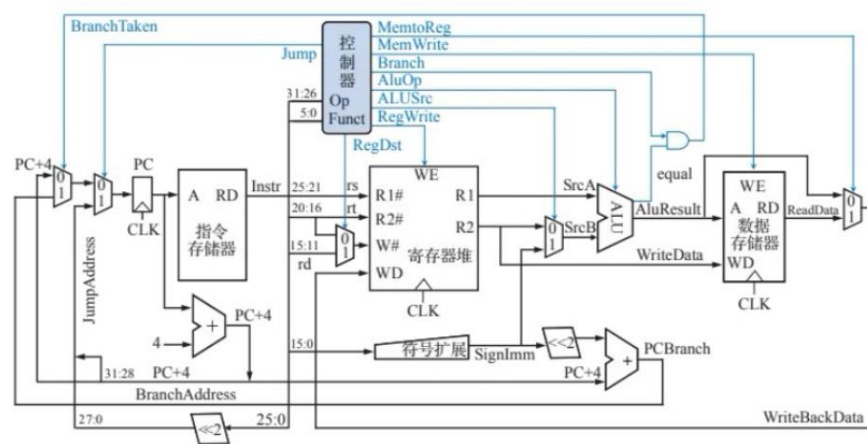

图 6.25 单周期 MIPS 处理器的数据通路高层视图
6.7 修改图 6.25 所示的单周期 MIPS 处理器, 使其能够支持如下 MIPS 指令, 具体指令功能请查阅 MIPS32 指令手册。试描述需要增加或修改哪些数据通路和控制信号, 尝试给出各指令的执行流程和每一步的操作控制信号。